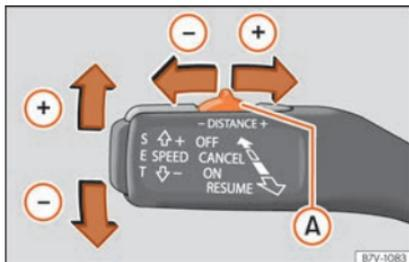

Fig. 265 À gauche de la colonne de direction : troisième levier pour utiliser le régulateur de vitesse adaptatif.
Lors de la conduite, si vous souhaitez utiliser la vitesse actuelle du véhicule comme vitesse de croisière et activer l'ACC, appuyez sur la touche **SET** »» fig. 265. Si vous désirez aug-
Pour augmenter ou réduire le niveau de distance, appuyez sur la commande à bascule vers la droite ou la gauche »» fig. 265 (A).